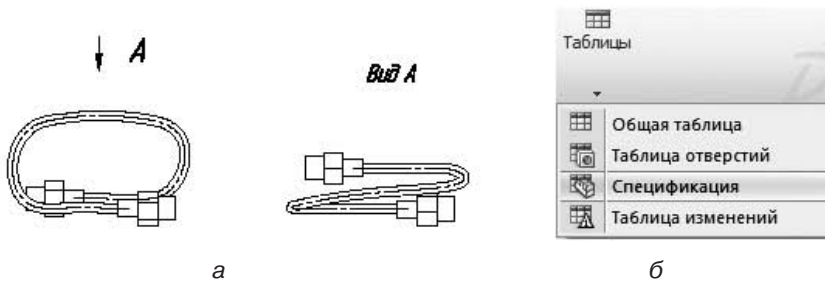

Рис. 6.60. Вставка таблицы спецификации на лист чертежа
1. Создайте, используя сведения из раздела 6.2, сборочный чертеж, в котором будет размещена спецификация. В сборочном чертеже достаточно оставить два вида: спереди и сверху (рис. 6.60, а).
2. На вкладке Примечания ленты выберите пункт Таблицы ► Спецификация (рис. 6.60, б).